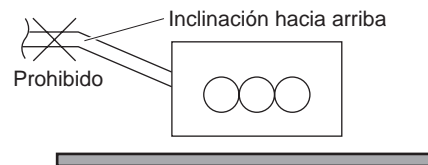

Fig. 3-92
- No instale el tubo inclinándolo hacia arriba con respecto al orificio de conexión, pues el agua de vaciado retrocedería y se escaparía incluso cuando la unidad no estuviera en funcionamiento. (Fig. 3-92)